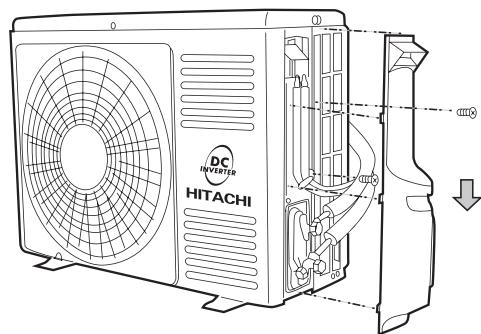
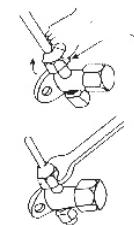

图35
图36
- (1) 将右侧板上边盖拆开。（如图35）
- (2) 将截止阀密封帽拆开。
- (3) 在截止阀与管的喇叭口处涂少许润滑油，然后按图36所示拧紧纳嘴。
- (4) 按图36所示用扳手牢固地将纳嘴扳紧，扭矩力按表(6)规定执行。